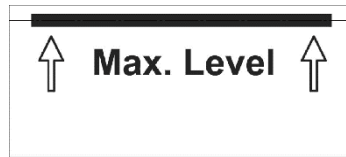

Figura 11 – etichetta Max Level
- ✓ Se presente, non posizionare materiale al di sopra dell'etichetta indicatore del massimo livello ammesso (figura 11).